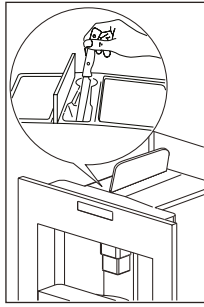

Fig. 28
- ▶ Controllare periodicamente (circa una volta al mese) che l'imbuto per l'introduzione del caffè pre-macinato non sia otturato (Fig. 28).